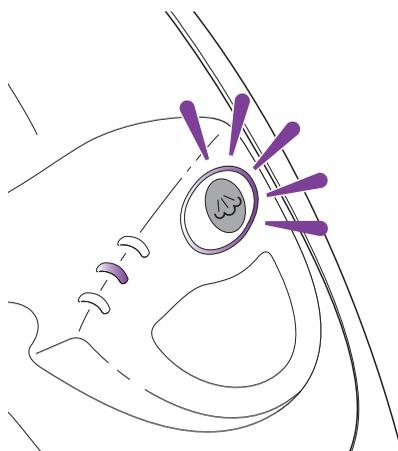

fig. 8
- 2 L'interrupteur **ON/STANDBY** (marche/veille) clignotera bleu. Si le voyant ne s'allume pas, consultez la section guide de dépannage à la page 38. (**fig. 8**)